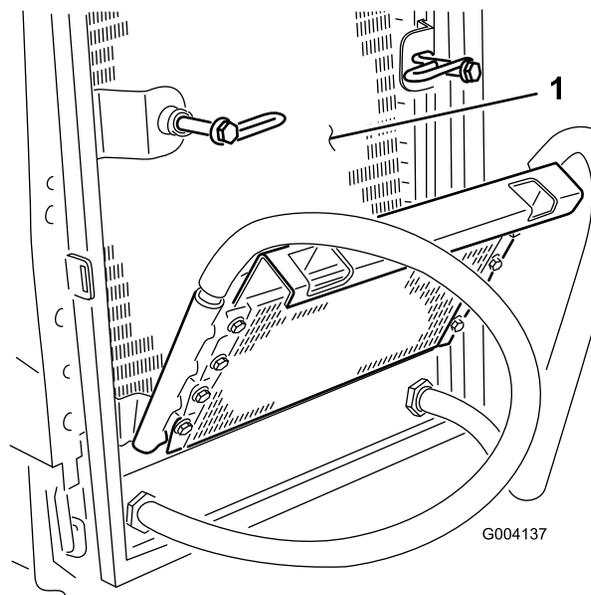

図 72
6. オイル・クーラとラジエターの裏表を（図 72）圧縮空気ですていねいに清掃する。